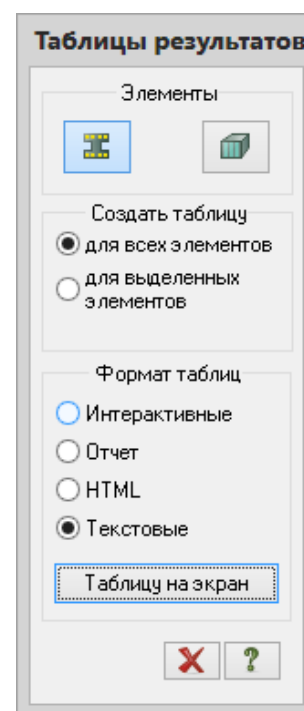

Рис.1.23. Диалоговое окно **Таблицы результатов**
- Вызовите диалоговое окно **Таблицы результатов** (рис.1.23), выбрав команду  – **Таблицы результатов для ЖБ** в раскрывающемся списке **Документация** (панель **Таблицы** на вкладке **Конструирование**).